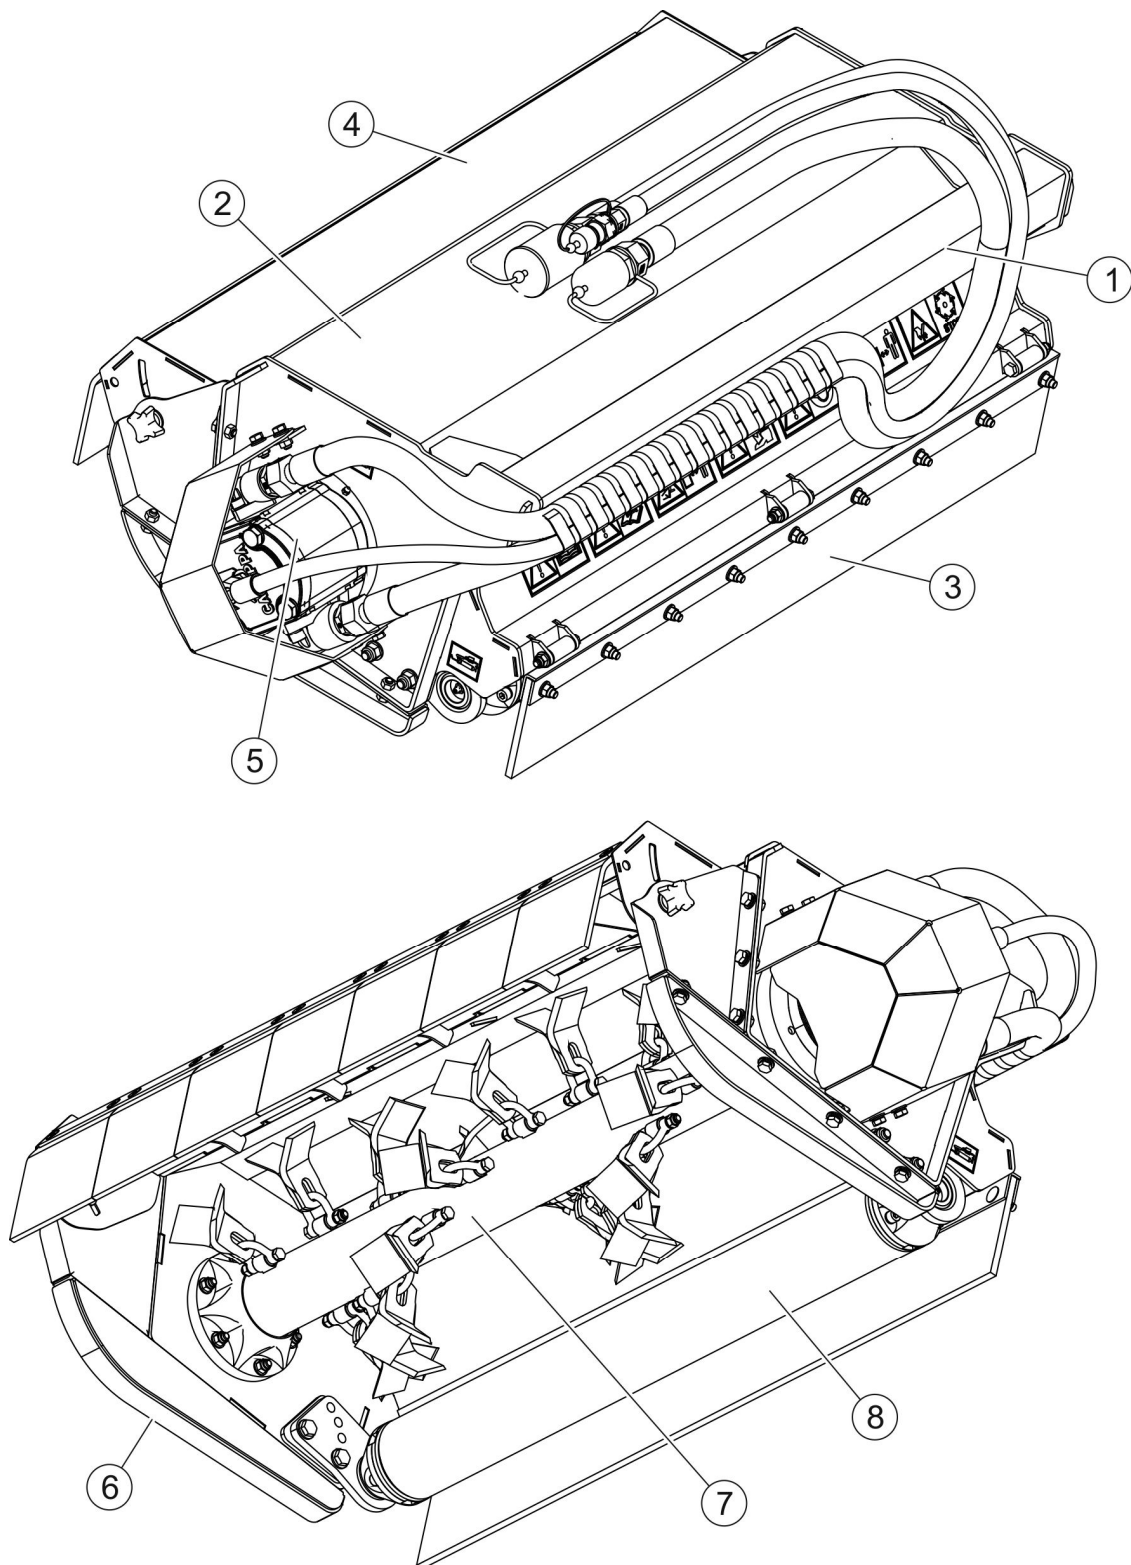

РИСУНОК 3.1 Загальна конструкція
(1)- тримальна балка; (2)- корпус; (3)- гумовий фартух; (4)- передній кожух; (5)- система передачі привода; (6)- башмак; (7)- різальний вал; (8)- огиначний вал.
Косарка складається з тримальної балки (1) (РИСУНОК 3.1), що забезпечує з'єднання з багатофункціональною стрілою, системою передачі приводу (5) і різального агрегату, що складається з різального вала (7) і огиального вала (8). Весь різальний агрегат закритий кожухом (2) з переднім кожухом (4) і гумовим фартухом (3).